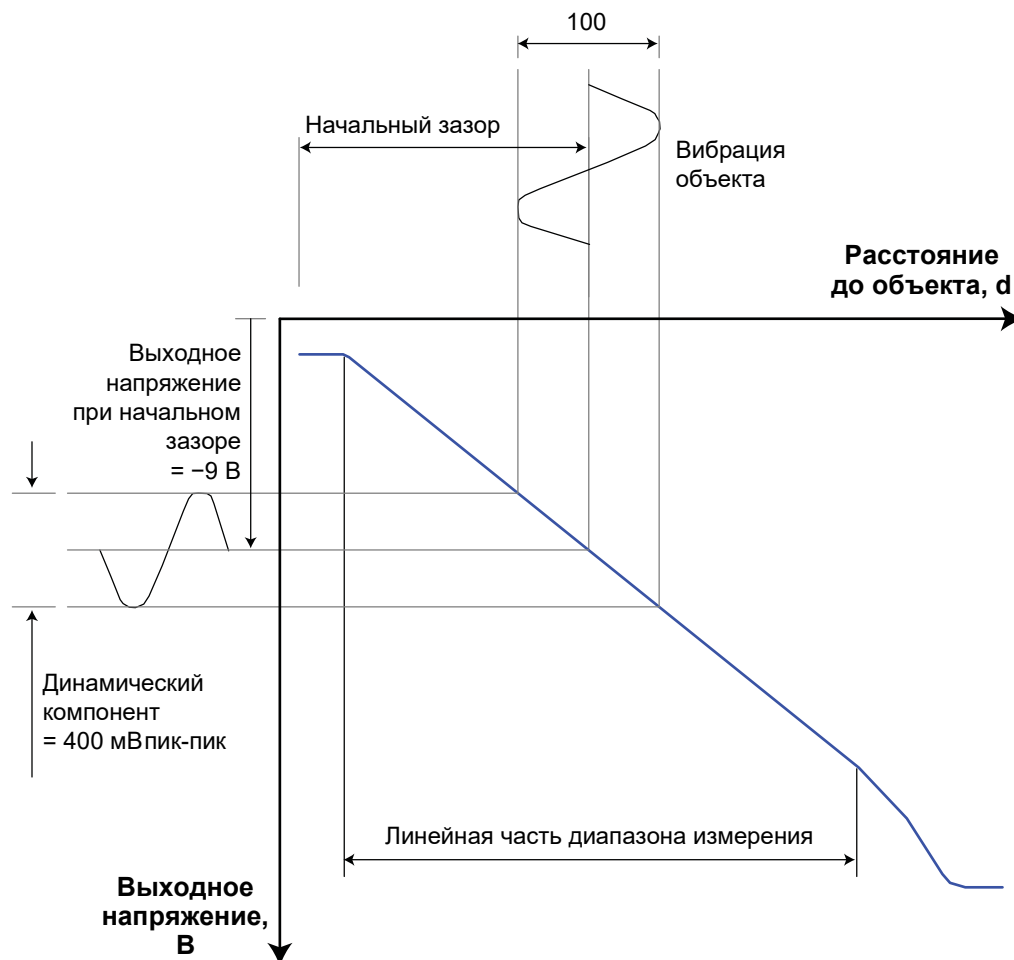

Рис. 6-2. Пример, иллюстрирующий зависимость выходного напряжения системы измерения перемещений от расстояния до объекта (d)
При условии, что начальный зазор установлен механически в границах линейной части диапазона измерения (см. 6.1 Измерение и механическая регулировка начального зазора), выходное напряжение системы измерения перемещений обычно равно приблизительно -9 В. На Рисунок 6-2 видно, что при изменении расстояния между объектом и преобразователем перемещений:
- 7- Построить кривую зависимости напряжения от расстояния (см. пример на Рисунок 6-2).
- 5- Построить кривую зависимости напряжения от расстояния (см. пример на Рисунок 6-2).